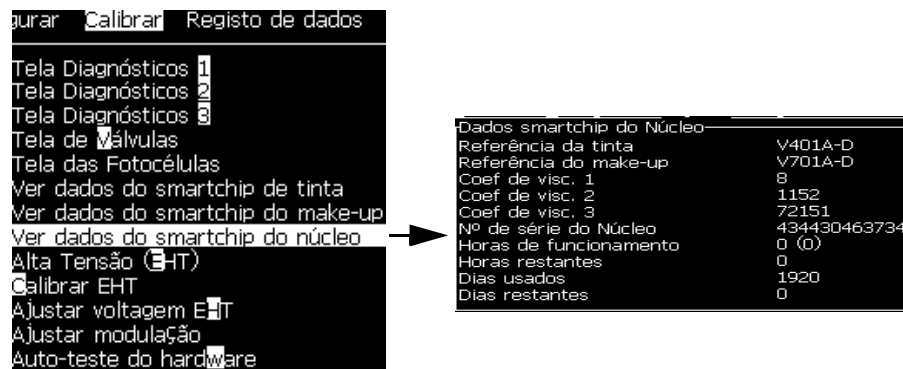

Figura 4-17: Exibir dados de chip inteligente da tinta
- 1 Selecione Exibir dados de chip inteligente do núcleo da tinta do menu Calibração (Figura 4-17) para visualizar o tempo de funcionamento do núcleo de tinta em horas, dias de uso do núcleo de tinta e dias restantes. Essa informação é redefinida somente quando o núcleo de tinta é trocado.